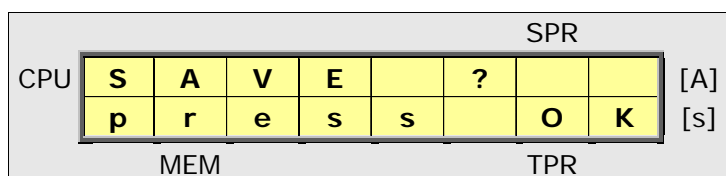

Fig.23 - Salvataggio dei parametri
- Al termine delle operazioni di programmazione occorre SALVARE tutte le impostazioni. Per questa operazione è necessario tenere premuto **SET** e premere **SHIFT**. Dal menu di Fig.23, confermare con **OK** = **SI** o annullare con un altro tasto qualsiasi. Se dopo aver attivato il menu di Fig.23 non viene data conferma entro 10s il dispositivo si riporta nello stato di protezione attiva, considerando nulle tutte le modifiche apportate in programmazione. Per uscire dalla programmazione senza salvare e dunque senza visualizzare il menu di Fig.23, premere **SHIFT** e poi **TPR**.